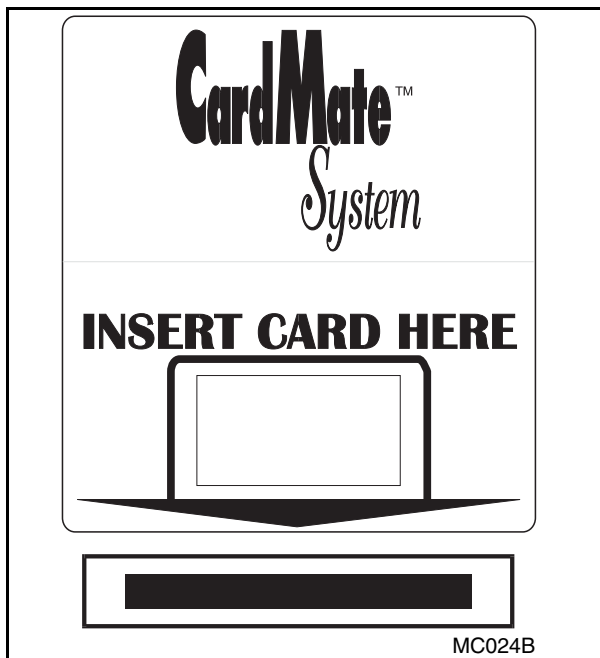

Figura 2-4
4. Si la máquina está equipada con el sistema de tarjeta inteligente CardMate Plus™, inserte la tarjeta en la lectora y siga las instrucciones que aparecen en la pantalla de LED. Vea la Figura 2-4.